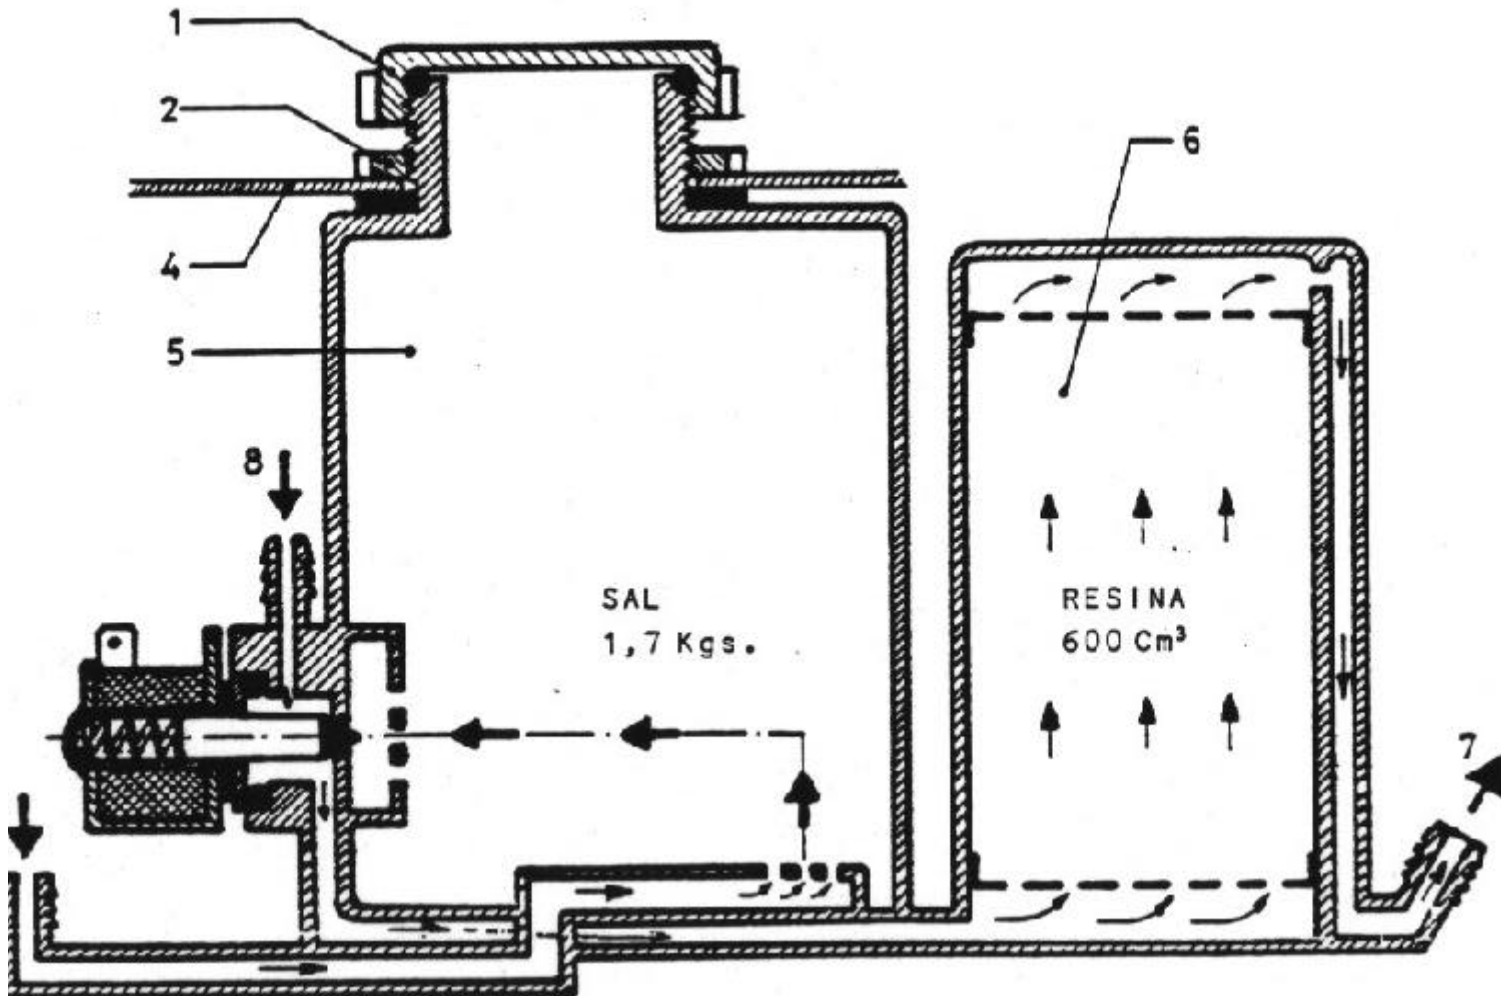

Fig. 50
El descalcificador (Fig. 50) con el que van dotados los Lavavajillas, tiene la particularidad de que consta de dos depósitos (de sal (5) y de resina (6)), formando un conjunto monobloc.
Después de la toma de detergente, el agua almacenada en los depósitos 5 del apartado 3.15 (Fig. 17) del cuerpo salida vahos, penetra por gravedad en el depósito de sal, formando con las sales una disolución (sal muera). Siguiendo la indicación de las flechas de la Fig. 50, atraviesa las resinas total o parcialmente saturadas de iones de calcio, etc., realizándose el cambio de iones Ca^{++} o Mag^{++} por los iones Na^+ de la sal común CL Na, quedando el descalcificador en las condiciones iniciales para realizar un nuevo programa de lavado.